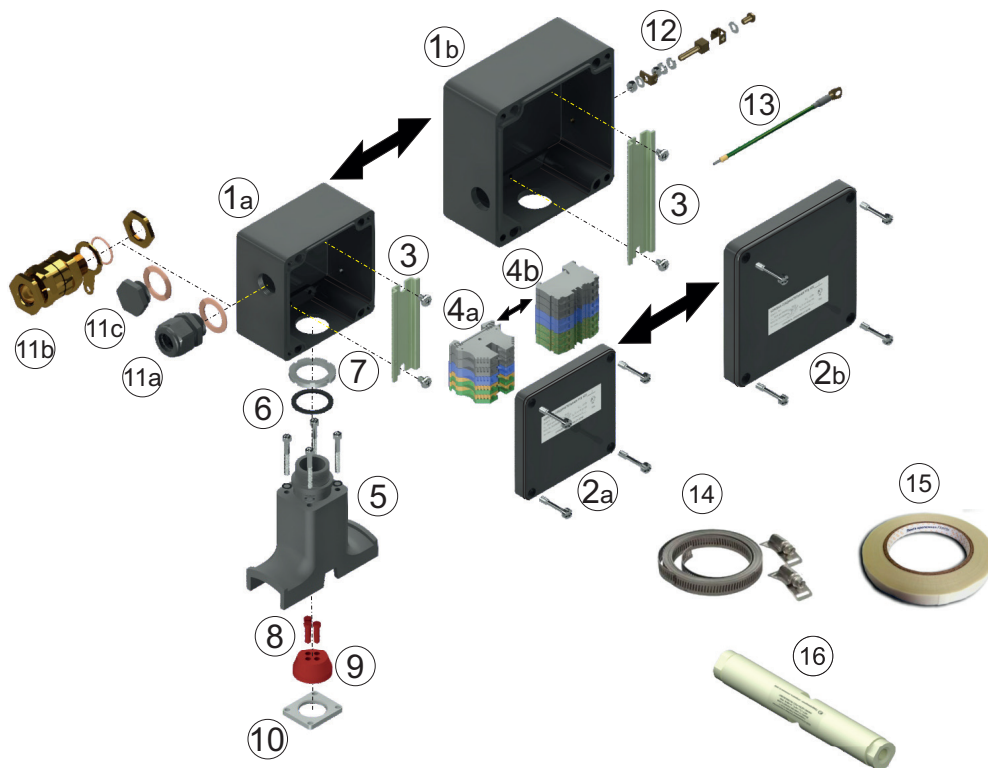

Рисунок 3.
**Шаг 3:** Сверху на нагревательные секции, собранные вместе, наденьте пластину УВК.0012 (Поз.10 на Рис. 3) таким образом, чтобы скругленные края были обращены вниз.